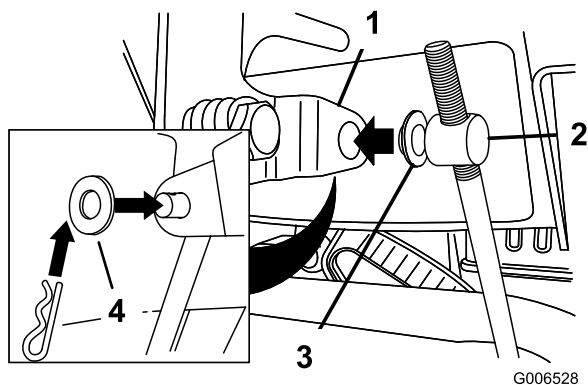

Figure 11
3. Retirez la goupille fendue et la rondelle extérieure du tourillon à l'extrémité supérieure de la tige de commande de vitesse (Figure 11).
Remarque: Pour faciliter le montage, laissez la rondelle plate sur le tourillon (Figure 11).
6. Soulevez la tige de commande de vitesse et insérez le tourillon dans le trou du levier sélecteur de vitesses (Figure 11).
- B. Retirez le tourillon du sélecteur de vitesses (Figure 11).
- C. Tournez le tourillon vers le bas (sens horaire) sur la tige de commande de vitesse (Figure 11).
- D. Remettez le tourillon sur le sélecteur de vitesses (Figure 11).
- C. Tournez le tourillon vers le haut (sens anti-horaire) sur la tige de commande de vitesse (Figure 11).